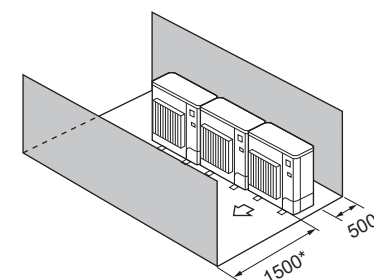

Fig. 2-16
- (4) Enbart hinder på framsidan och baksidan (Fig. 2-16)